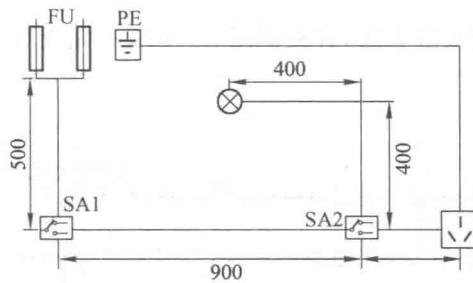

图 2-2 综合照明线路布置图
- (1) 确定施工方案:照明线路应根据不同的场合、容量来选择合适的配线方式。
- (2) 准备施工:根据确定的施工方案及布置图准备施工材料及工具。
- (3) 定位:根据布置图(图 2-2),确定电源、开关、灯座的位置,并做好记号,根据确定的位置和线路的走向划线,并根据电路图确定每一条线上导线的根数。